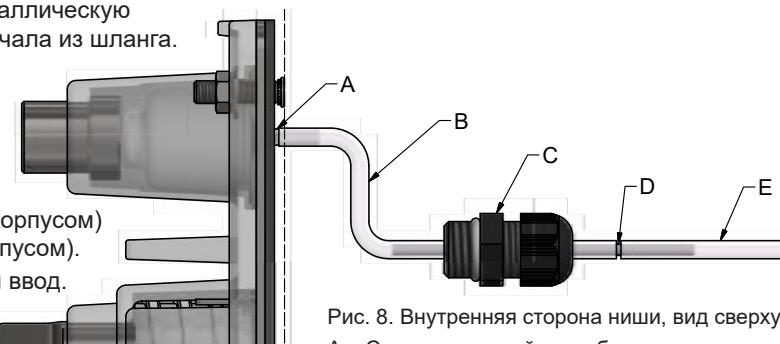

Рис. 8. Внутренняя сторона ниши, вид сверху.
- Немного обрежьте входящий в комплект шланг до детали 1 пускового шланга (В), внутренняя деталь, см. рисунок 8. Имейте в виду, что длина шланга должна учитывать будущую возможность обслуживания, связанного с необходимостью понижать уровень воды в бассейне.